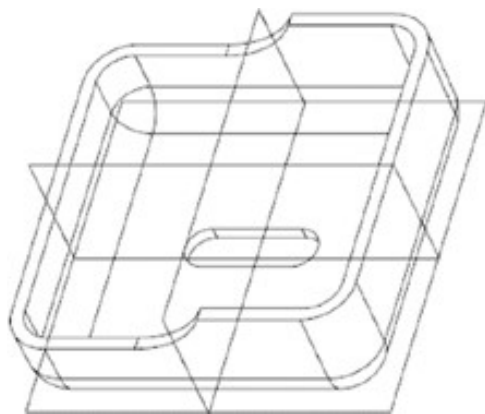

图2-15 加载参考模型
Step 07 单击“创建参考模型”对话框中的“确定”按钮，加载参考模型，如图2-15所示。